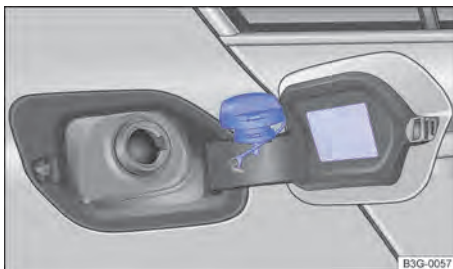

Fig. 253 Portinhola do tanque aberta com a tampa do tanque encaixada.
- Girar a tampa do tanque no sentido anti-horário e encaixá-la na dobradiça da portinhola do tanque → Fig. 253.
O tipo de combustível correto para o veículo está indicado em uma etiqueta adesiva na parte interna da portinhola do tanque → Fig. 253.